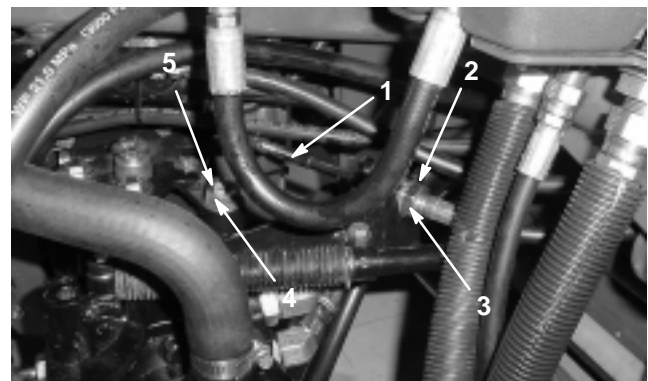

Bild 50
- A. Lösen Sie beide Klemmmuttern, mit denen der Fahrtriebs-Bowdenzug an der Trennwand am Hydrostat befestigt ist (Bild 50). Achten Sie darauf, dass die Klemmmuttern gleichmäßig und ausreichend gelockert sind, um eine Einstellung zu ermöglichen.
Hinweis: Lösen Sie die Mutter, mit der der Exzenter oben am Hydrostat befestigt ist (Bild 50).
- C. Drehen Sie den Ekzenter, bis kein Kriechen in jeder Richtung auftritt. Ziehen Sie, wenn sich das Rad nicht mehr dreht, die Mutter fest, um den Ekzenter und die Einstellung zu arretieren (Bild 50). Überprüfen Sie die Einstellung mit dem Gashebel auf „Langsam“ und auf „Schnell“.
- D. Ziehen Sie die Sicherungsmuttern, mit denen der Bowdenzug an der Trennwand befestigt ist, **gleichmäßig** von jeder Seite der Trennwand fest (Bild 50). Verdrehen Sie nicht den Bowdenzug.